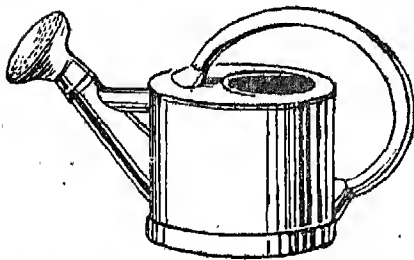

Fig. 9. — Arrosoir et sa pomme percée de trous.
d) Arrosage. — Les plantes trouvent leurs aliments dans l'air (gaz carbonique, oxygène...) et dans le sol (nitrate ou azotates, phosphates, potasse, etc.). Mais les racines ne peuvent absorber que des liquides ; en fait, de l'eau ayant dissous les principes nutritifs. Il est donc indispensable, lorsque le sol est trop desséché, de l'arroser copieusement pour maintenir l'activité des racines (fig. 9).